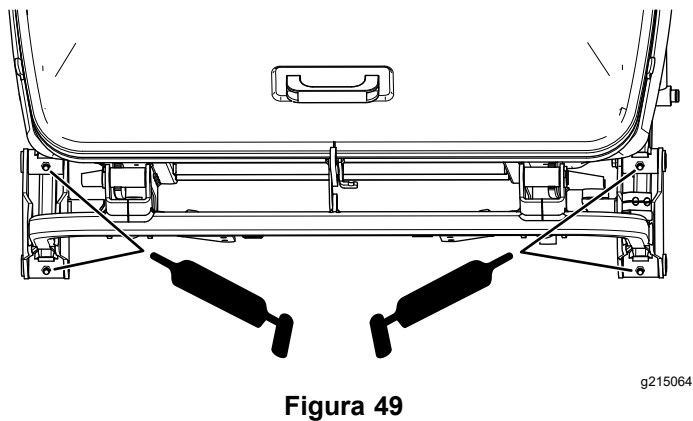

Figura 49
- Braços da tremonha – inferiores, traseiros (Figura 49)